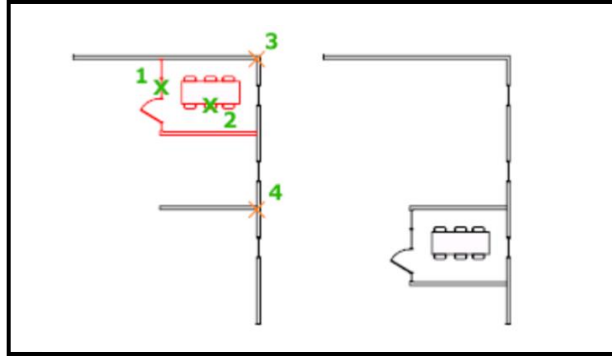

Рис. 10
1. Виконати паралельне перенесення вказаного об'єкта (рис. 10).